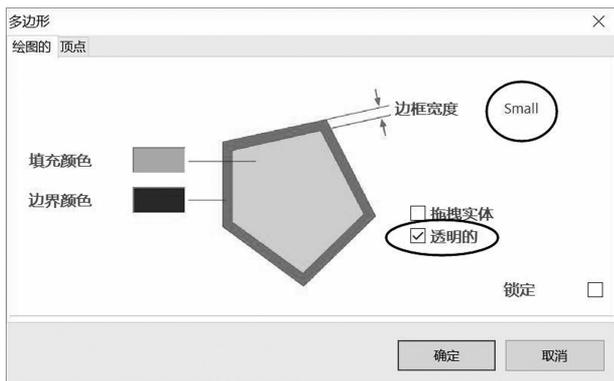
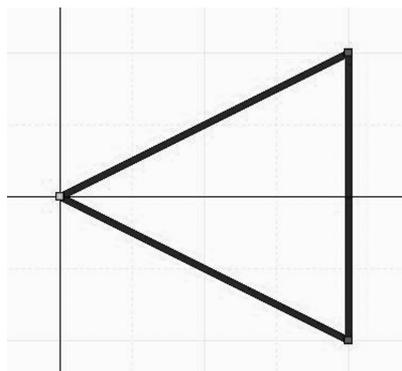

图 4-51 更改边框属性
图 4-52 更改属性后的多边形
(1) 单击画图工具栏中的  按钮，绘制一个三角形边框，之后设置其属性，如图 4-51 所示，更改属性后的三角形如图 4-52 所示。